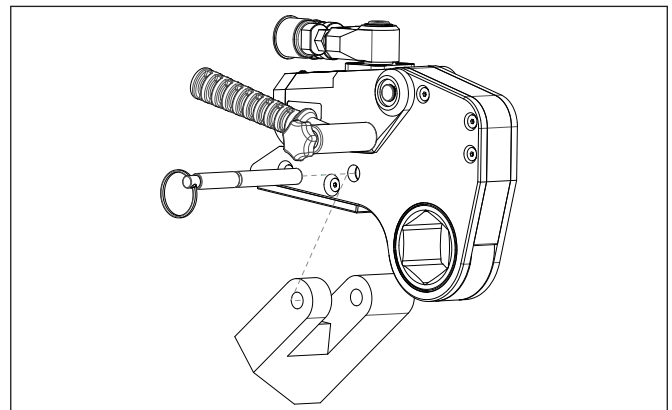

Abbildung 6: Abstützfuß anbringen
3.2.3 Verwendung des verlängerten Abstützarms/ Abstützfußes mit der HMT-Antriebseinheit mit HLP-Kassette (Abb. 6/ 7)